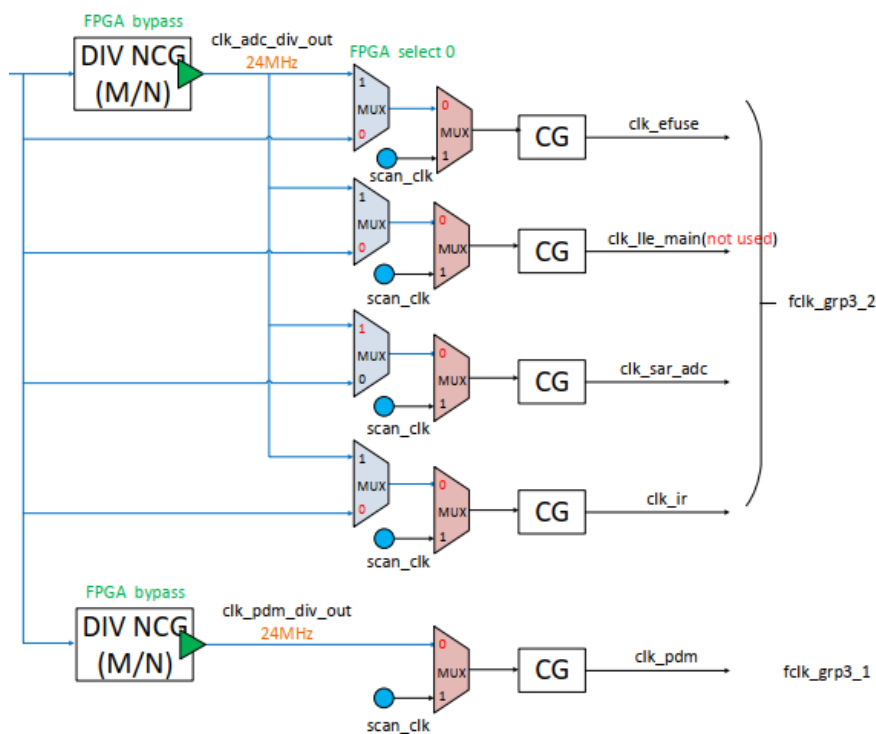

图 3.1: 916 时钟树 ADC 模块部分截图
**注意：**由于 ADC 工作时钟只可以取以上特定值，ADC 时钟必须经过 `clock slow` 分频。故在同时使用和 ADC 同时钟源模块时，如 IR，可能出现时钟配置冲突的现象。开发者在实际使用时需要格外注意，具体请参考 916 时钟树（图 3.1）。